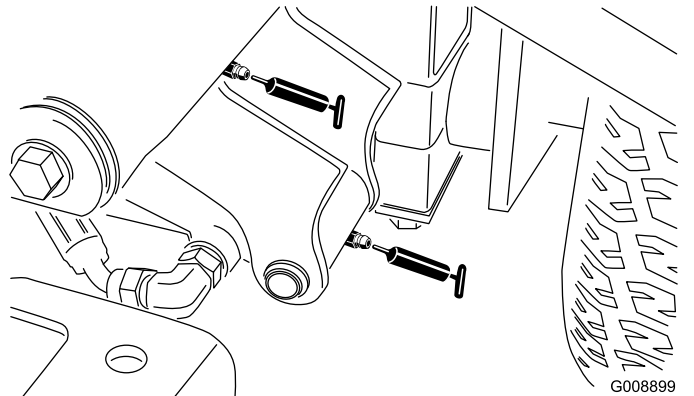

Figura 61
- Pivote y cilindro de elevación del brazo de elevación delantero izquierdo (2 engrasadores – Figura 61)